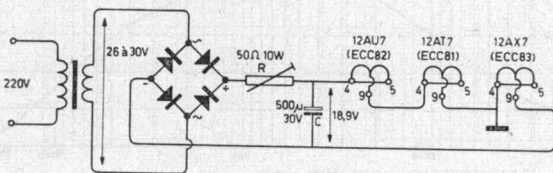

Fig. 26
3. Voor het verkrijgen van de grootste bromvrijheid is het nuttig de gloeidraden met gelijkstroom te voeden. Strikt nodig is dit echter niet. Fig. 26 geeft een gelijkrichtschakeling voor gloeistroomvoeding. Gebruik wordt gemaakt van een bruggelijkrichter 30 V-450 à 500 mA (Siemens of AEG). Alle gloeidraden worden in serie geschakeld en de weerstand R zo ingesteld dat de spanning over C 18,9 volt bedraagt (belast).
b. Dynamiek: Gemeten met gelijkgerichte gloeistroom (fig. 26), sterkteregelaar maximaal, ingangsniveauregelaar maximaal, niveauschakelaar maximaal.